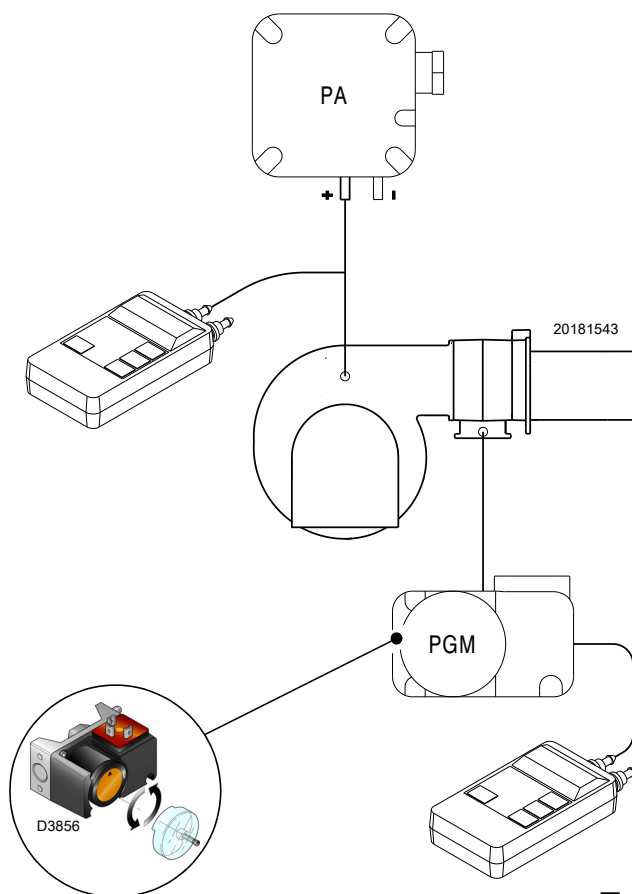

图 31
- 设定最大燃气压力开关（图 31 页 28）至量程的终止位置。
在完成所有其他燃烧器调整后，调整最大气体压力开关（图 31），并将最大气体压力开关设置在刻度的末端。